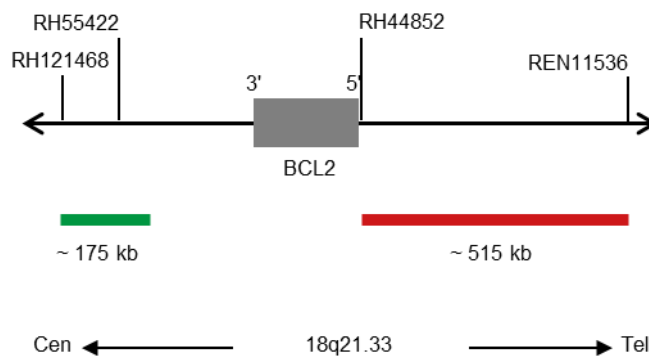

Abb. 1: SPEC BCL2 Sondenlokalisation (nicht maßstabsgetreu)
- Digoxigenin-markierten Polynukleotiden (~0,5 ng/ μ l), die gegen Sequenzen in 18q21.33* (chr18:60,415,418-60,589,273) gerichtet sind, welche proximal zur BCL2-Bruchpunktregion lokalisiert sind (siehe Abb. 1).
- Dinitrophenyl-markierten Polynukleotiden (~0,75 ng/ μ l), die gegen Sequenzen in 18q21.33* (chr18:60,994,528-61,507,691) gerichtet sind, welche distal zur BCL2-Bruchpunktregion lokalisiert sind (siehe Abb. 1).